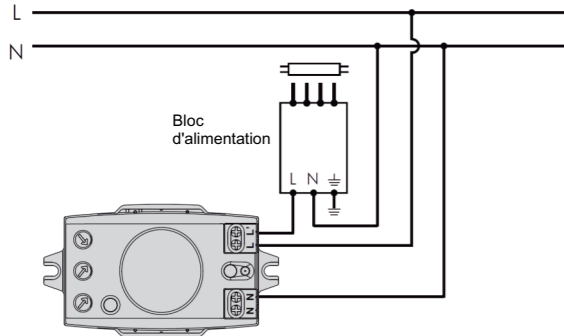

Figure 9
4.4.1 Raccordement avec le bloc d'alimentation (voir figure 9)